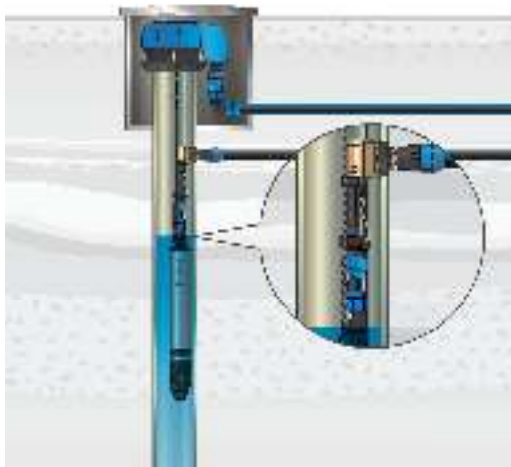
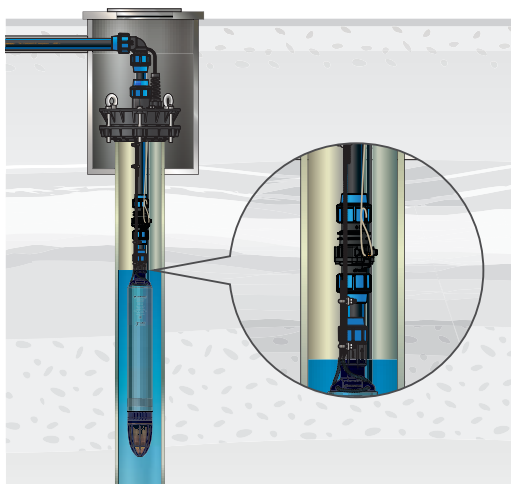

Рисунок 3
Рисунок 4
1. Сливной клапан ПРО 32x1" П разработан специально для монтажа на скважинный адаптер (рисунок 3) или фитинг с внутренней резьбой G1. Для монтажа в разрыв напорной трубы диаметром 32 мм необходимо использовать сливной клапан ПРО 32x32 (рисунок 4).